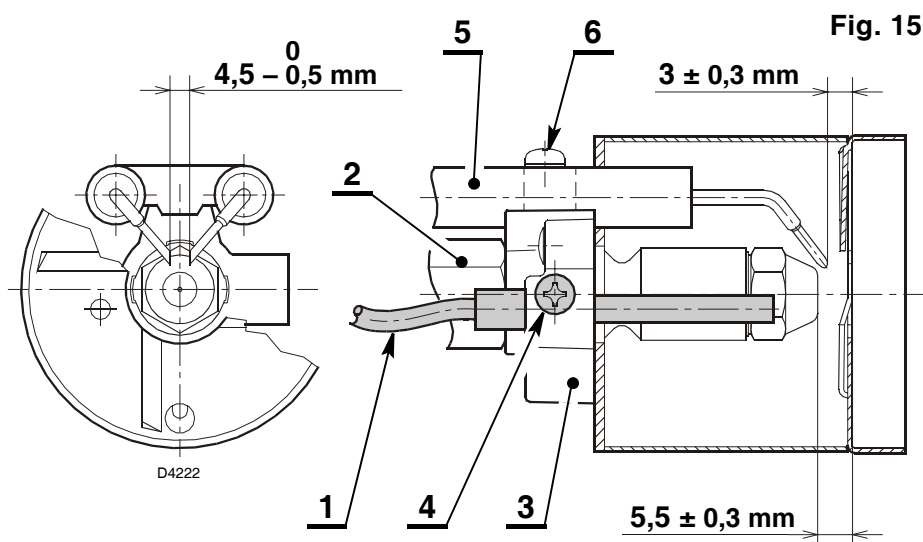

Fig. 15
- Trek de kabels (2) uit de controledoos, de fotocel (8) en schroef de moer (9) uit de pomp.
- Los de schroeven (10) en trek de verstuiverhoudergroep (1) uit, draai hem daarbij naar rechts.
- Trek de kabels (2) uit de elektroden, schroef de schroef (4, fig. 15, pag. 9) los en trek de vlamhoudersteungroep (3) uit de verstuiverhoudergroep (1).
- Draai de verstuiver (6) aan en houd daarbij de verstuiverhouder vast met een sleutel.
- Haak de brander aan de flens (7), draai de schroeven (5) los en trek dan het branderkopsysteem (4) weg.
- Draai de schroef (4, fig. 15 pag. 9) los om de spiraalhouder (3) van de verstuiverhouder (1) te verwijderen.
- Draai de bevestigingsschroef (4, fig. 15 pag. 9) helemaal los om de optische vezel (8) van de spiraalhouder (3) te trekken.
- Trek de kabels (2) van de elektroden.
4.7 AFSTELLING OPTISCHE VEZEL, (zie fig. 15)
- Breng de optische vezel (1) aan in de vlamhoudersteungroep (3) en zorg ervoor dat hij de aanslag raakt.
- Haal de schroef (4) die de optische vezel (1) bevestigt voorzichtig aan.
4.8 AFSTELLING ELECTRODEN, (zie fig. 15)